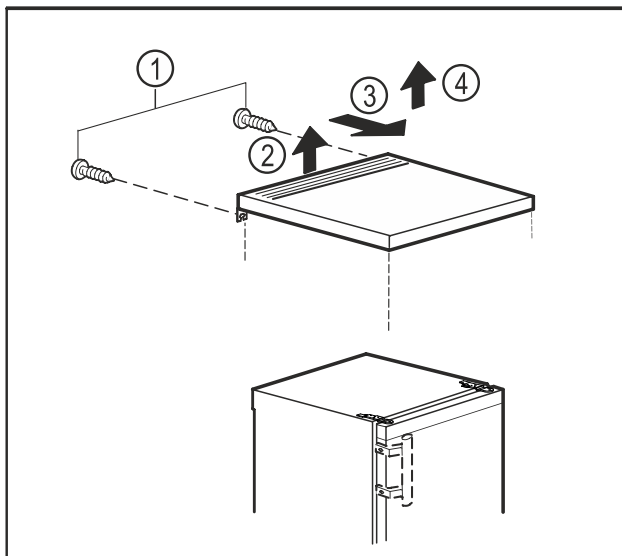

Fig. 9
- ▶ Îndepărtați șuruburile de pe partea posterioară. Fig. 9 (1)
- ▶ Ridicați placa mesei din spate. Fig. 9 (2)
- ▶ Împingeți placa mesei în față. Fig. 9 (3)
- ▶ Detașați placa mesei în sus. Fig. 9 (4)